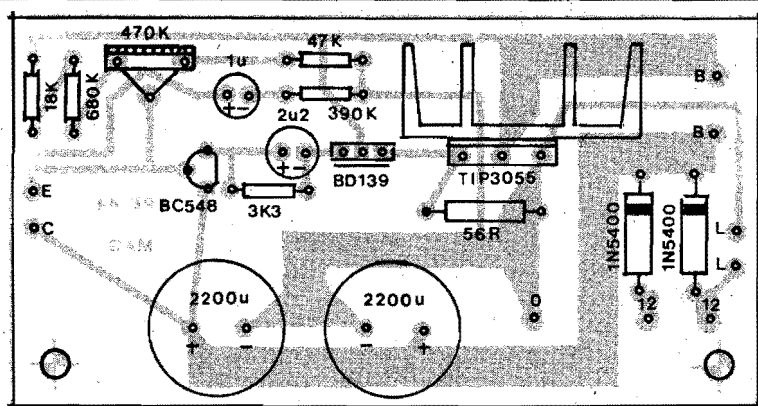

Fig.3
- FIG. 3 - CHAPEADO DA MONTAGEM (PLACA) - O Circuito Impresso agora é visto pela face não cobreada, componentes já posicionados... Notar que várias das peças são polarizadas, e assim merecem atenção especial na colocação, uma vez que - se forem invertidas - "dananão" tudo: